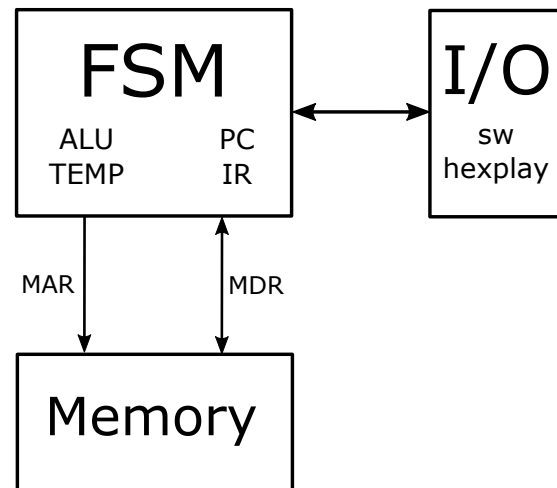

图 2: 设计的数据通路
3. LC-3 中有 60 余个状态的有限状态机被化简为只有 25 个状态的有限状态机 (如图), 并且 LC-3 的数据通路被化简 (如图 2).
LC-3 的数据通路遵循冯·诺依曼结构, 即包括内存, 处理单元, 控制单元和 I/O, 在本次实验中, 处理单元和控制单元被集成到有限状态机中, 而 I/O 则是 FPGAOL 上的按钮与七位数码管. 如下图 2.